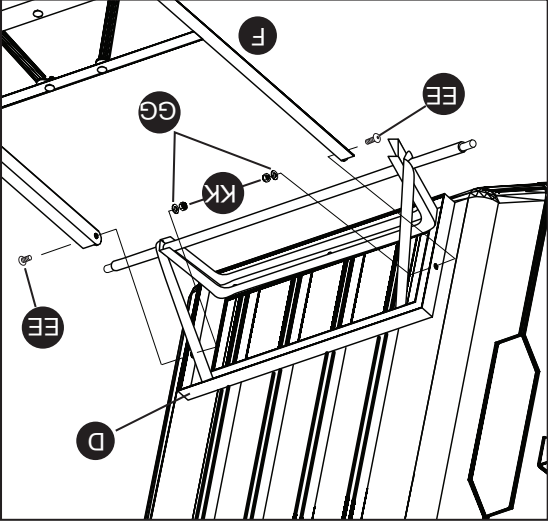

Fig. 8
6. Fije la estructura posterior (D) a la estructura delantera (F) con tres pernos cabeza de botón interna (EE), dos M8 x 20 mm (CC), y cuatro contratuercas M8 (KK) y cuatro arandelas M8 (GG), como se muestra en la Fig. 8.